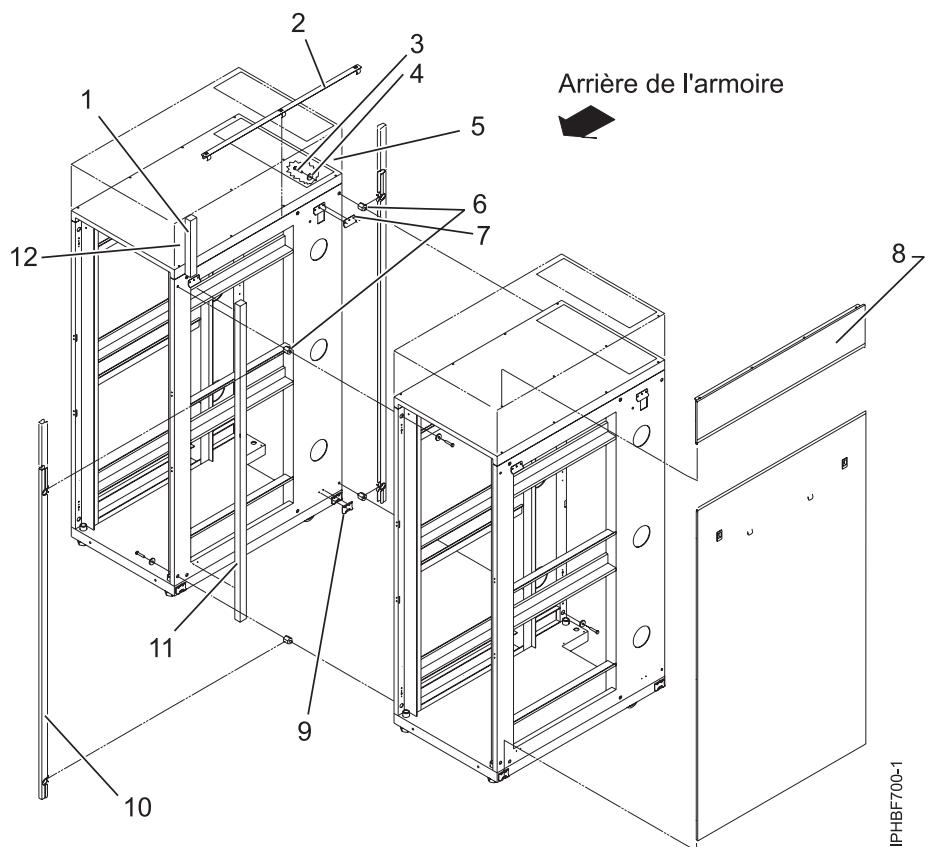

Figure 110. Retrait des panneaux latéraux et des pattes Z et J, mise en place des vis de butée et de la longue bande de mousse pour relier plusieurs armoires
4. Installez les deux premières vis de butée dans les angles supérieur gauche et inférieur droit de la première armoire (voir la figure 110, à la page 114).
5. Installez les deux autres vis de butée dans les angles supérieur gauche et inférieur droit de la deuxième armoire (voir la figure 110, à la page 114).
6. Fixez la mousse comme illustré sur la figure 110, à la page 114. Sur les modèles d'armoire T42, placez la bande courte de mousse protectrice dans le prolongement de la bande longue et placez l'ensemble sur la longueur du cadre de l'armoire.